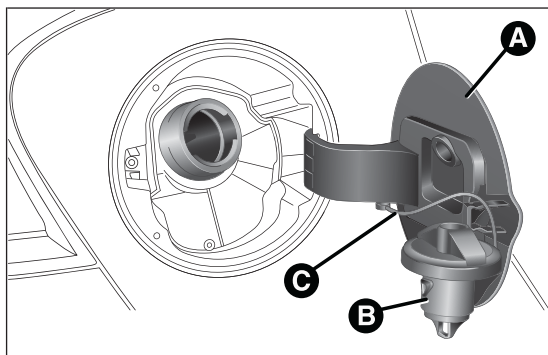

fig. 84
- ouvrir la trappe A fig. 84 en la tirant vers l'extérieur ;
Le bouchon est doté d'un dispositif de sécurité C fig. 84 qui l'arrime à la trappe pour éviter de l'égarer. Pendant le ravitaillement, accrocher le bouchon à la trappe, comme sur l'illustration.
Une fois le ravitaillement terminé, introduire le bouchon B fig. 84 (avec sa clé) dans son logement et le tourner dans le sens des aiguilles d'une montre jusqu'à obtenir un ou plusieurs déclics. Tourner la clé de contact dans le sens des aiguilles d'une montre et la retirer. Pour finir, fermer la trappe A.